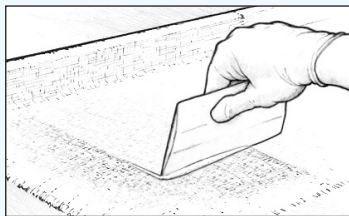

Figure 24 Racler l'excédent d'époxy avant qu'il ne se gélifie
6. Enlevez l'excédent d'époxy avec une raclette (Figure 24), en appuyant de manière uniforme et en empiétant légèrement sur la passe précédente.